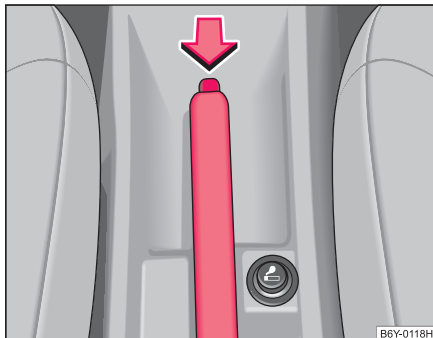

Fig. 85 Console centrale: Frein à main
- Tirez un peu le levier du frein à main vers le haut **et** enfoncez **simultanément** le bouton de verrouillage ⇒ fig. 85.